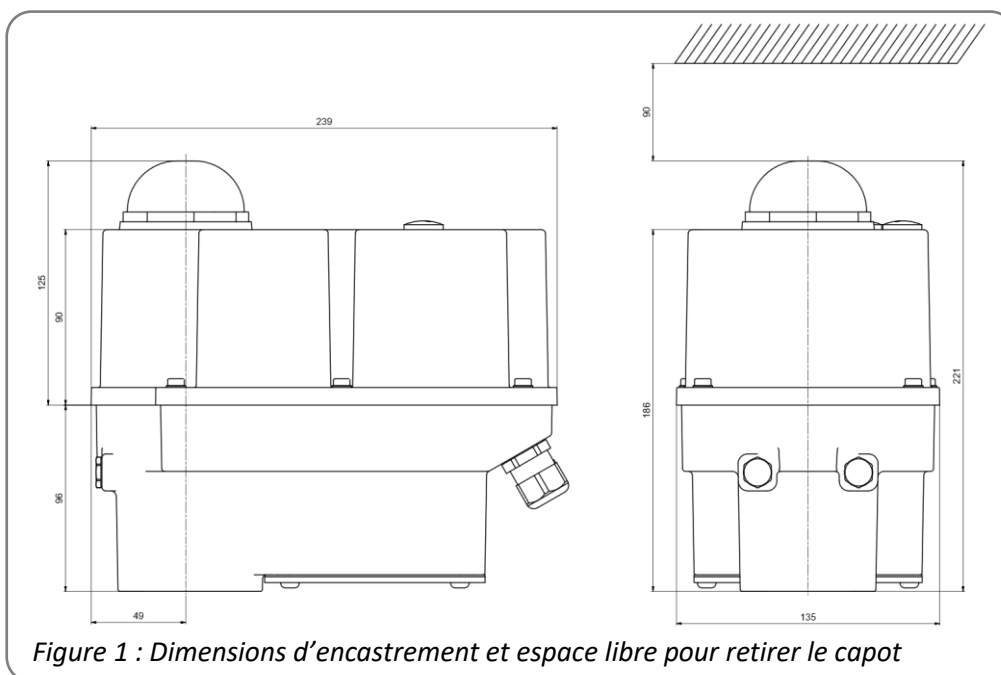

Figure 1 : Dimensions d'encastrement et espace libre pour retirer le capot
- Il convient de monter les entraînements en respectant un espace libre suffisant pour permettre de retirer le capot (figure 1).